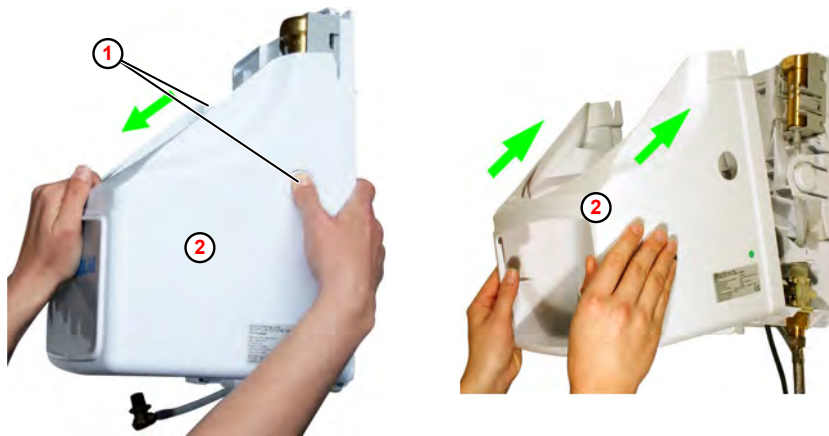

Abb. 18: Haube demontieren/montieren (Beispiel EcoPlus S)
1. ▶ Beide Knöpfe (Abb. 18 , ①) vom Gehäuse (rechts und links) drücken.
2. ▶ Gehäuse ② nach vorne abnehmen.